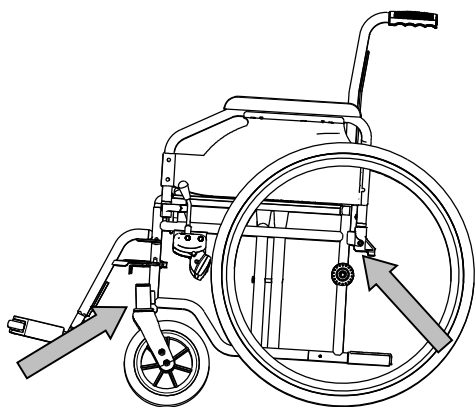

Figure 1
6. Fixez les sangles avant de sécurité comme indiqué par le fabricant. (figure 1) Les points d'accroches sont indiqués sur le fauteuil roulant par un symbole. (figure 2)
9. Fixez les sangles arrière de sécurité comme indiqué par le fabricant. (figure 1)